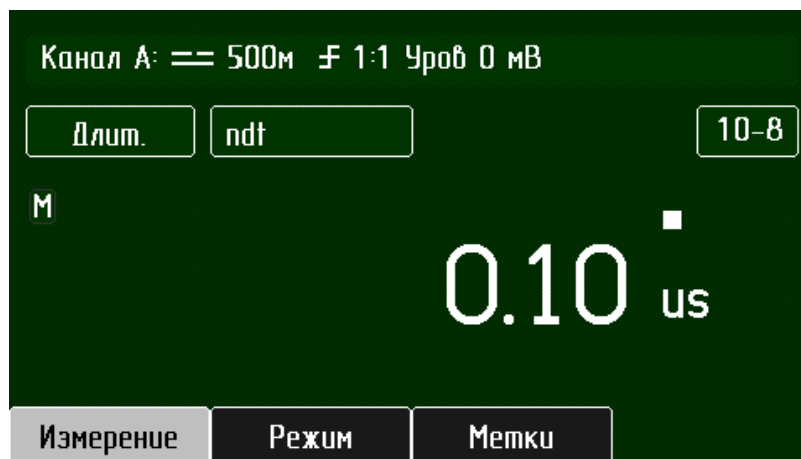

Рисунок 3.11 – Вид экрана при установке измерения длительности сигнала
- "Измерение" - параметр измерения "Длит." (рисунок 3.11);